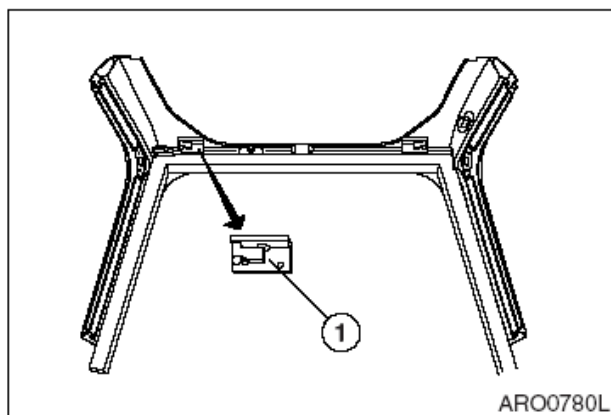

Рис. 92
6. Выдвинуть рычаги (1, рис. 92), по обеим сторонам переднего окна. Это позволит переднему стеклу двигаться.